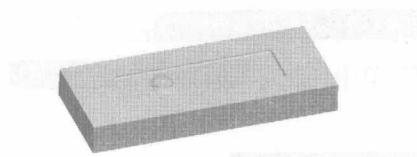

图 1.7 着色后的下半部分体积块
Step1. 选择下拉菜单 **编辑 (E)** → **分割...** 命令。
(1) 在系统 **为分割所选的模型量选取分型面** 的提示下, 先将鼠标指针移至模型中主分型面的位置右击, 从快捷菜单中选取 **从列表中拾取** 命令。
(2) 在系统弹出的“从列表中拾取”对话框中, 单击列表中的 **面组 F7 (FS)**, 然后单击 **确定 (OK)** 按钮。
(3) 单击“选取”对话框中的 **确定** 按钮。
Step5. 系统弹出“属性”对话框, 同时模型中的下半部分变亮, 在该对话框中单击 **着色** 按钮, 着色后的模型如图 1.7 所示。然后在对话框中输入名称 **lower_mold**, 单击 **确定** 按钮。